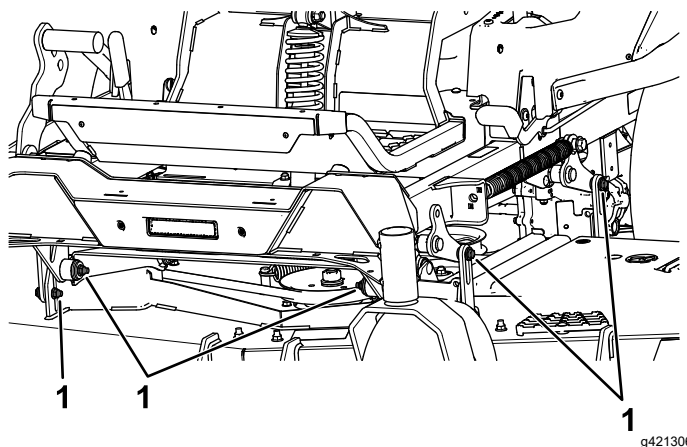

Figura 88
7. Îndepărtați i păstrați uruburile i piulițele de pe ambele laturi ale mainii (**Figura 88**).